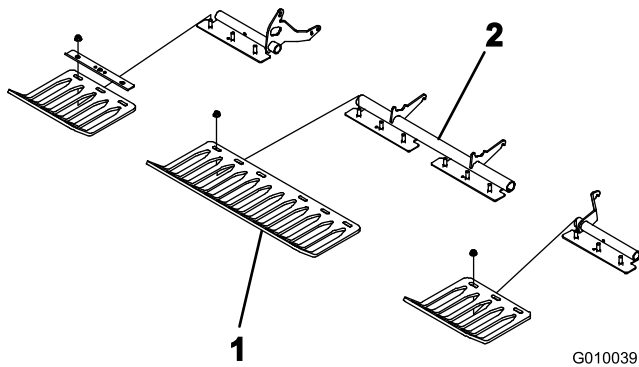

図 23
3. ターフ・ガード・ブラケットにターフ・ガード 4 本を仮止めする；全部で 12 本のフランジ・ナットを使用（図 23）。この時点ではまた本締めしないこと。
**注** ターフ・ガード・クランプとフランジ・ナットはターフ・ガード・ブラケットに取り付けて出荷されています（図 23）